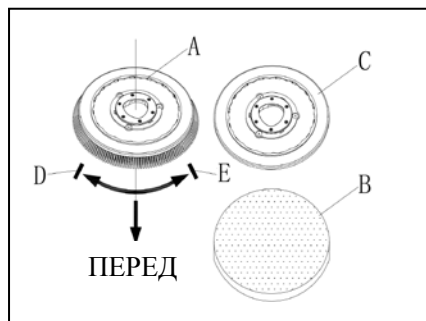

Рисунок 8
Установите либо щетку (А, Рисунок 8), либо держатель накладки (В и С, рисунок 8) в соответствии с типом пола, который необходимо очистить.
1. Убедитесь, что переключатель питания (45) повернут на позицию выключения "0".
2. Поднимите бак (25), поддев рукоятку (2).
3. Поверните держатель щетки (А, рисунок 8) или накладку (В/С, рисунок 8) по часовой стрелке (направление стрелки D, рисунок 8), чтобы установить его на платформу.
4. Поверните держатель щетки или накладку против часовой стрелки (направление стрелки E, рисунок 8), чтобы удалить его с платформы.